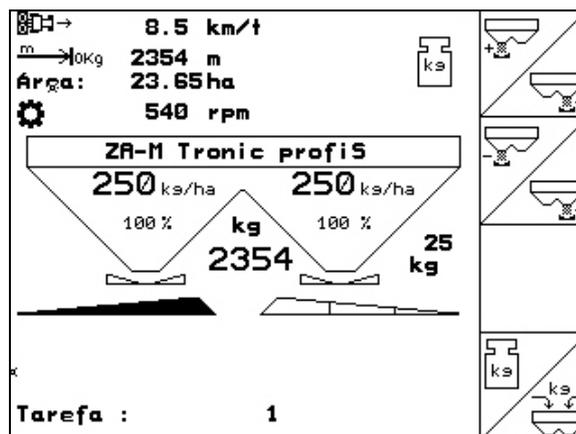

Fig. 21
- No menu Trabalho é indicada a quantidade de adubo aplicada (Fig. 21/1).
- No menu Trabalho é indicado quando foram espalhados 200 kg de adubo (Fig. 21/2).